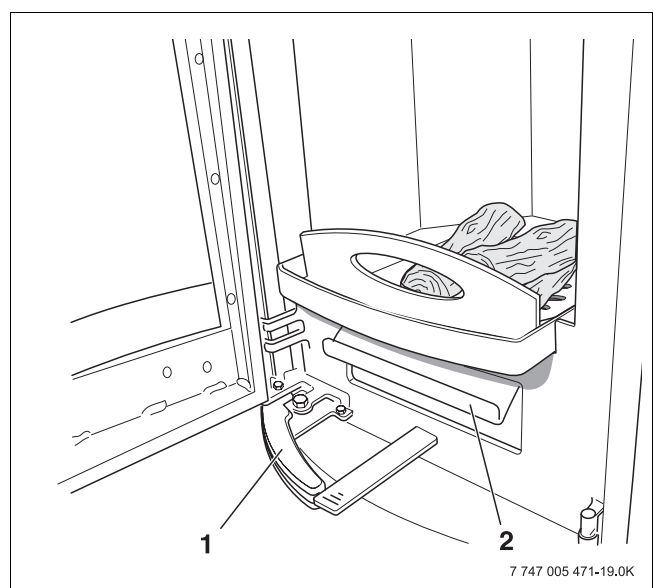

Fig. 23 Scuotimento delle ceneri
- ▶ Estrarre il cenerario (→ fig. 23, [2]) ed eliminare le ceneri.